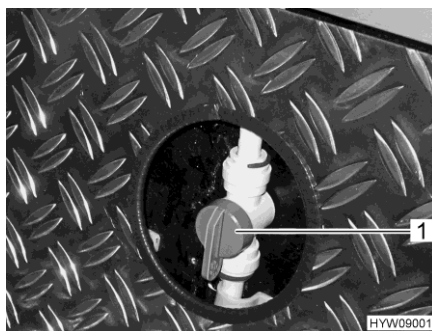

Fig. 183 Válvulas de alimentación (calentamiento del garaje trasero)
- Ajustar la manija (Fig. 183,1) en la válvula de alimentación para la calefacción del garaje trasero en posición paralela a la tubería de calefacción. Ahora, la calefacción del garaje trasero estará funcionando a máxima potencia.
- Ajustar la manija (Fig. 183,1) en la válvula de alimentación para la calefacción del garaje trasero en cualquier posición. De este modo, se podrá ajustar la distribución de agua caliente al garaje trasero de modo continuo.
- Ajustar la manija (Fig. 183,1) en la válvula de alimentación para la calefacción del garaje trasero en posición transversal a la tubería de calefacción. Ahora, la calefacción del garaje trasero estará desconectada.